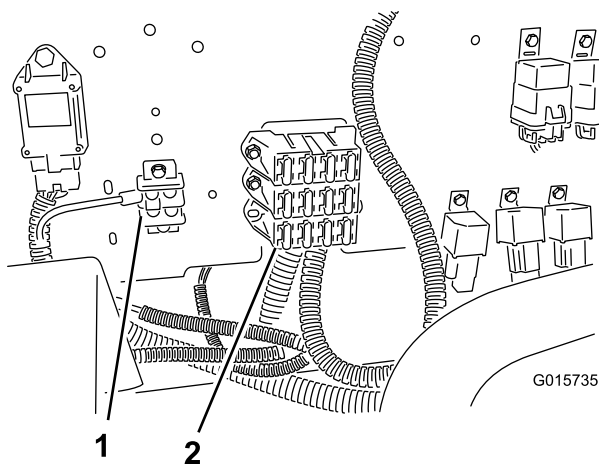

図 20
4. 車両についているヒューズブロックを探し出し、このヒューズブロックの底部に、ワイヤハーネスからきている新しいヒューズブロックを固定する図 20。
5. ワイヤハーネスについているアース用端子をアース用端子ブロックに接続する図 20。